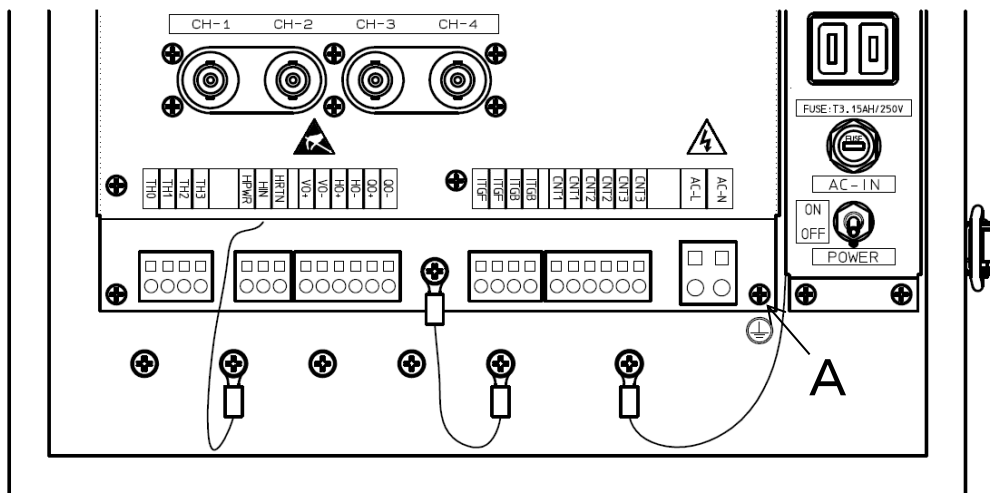

図5-1 本体外部接続用端子付近(電源仕様:AC100Vの場合)
- 2) 本体と外部機器の配線は図5-1、2及び表5-1を参照して行ってください。
(注) 3極電源ケーブルの中の接地線は図5-1 Aの端子に接続します。